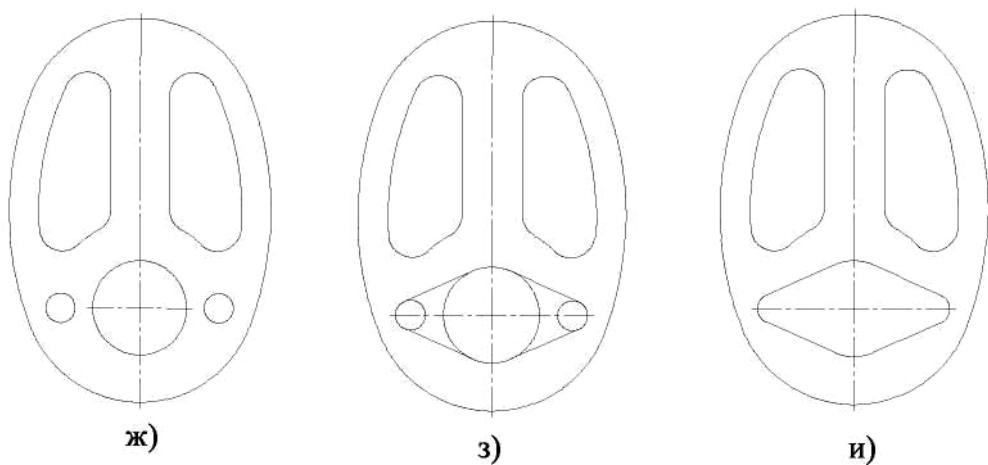

Рис. 2.12 - Последовательность выполнения лабораторной работы
2. Изобразить осевые линии (рис.2.12 а).
б) щелкнуть по пиктограмме Отрезок, задать стиль линии Осевая, а затем изобразить осевые линии (рис. 2.12 а). При формировании изображений осевых линий использовать расширенную команду - Параллельный отрезок -
3. Изобразить заданные окружности (рис. 2.12 а). Для точного указания точек использовать объектную привязку Пересечение. Для этого щелкнуть на кнопке - Установка глобальных привязок и в открывшемся окне установить опцию Пересечение.
4. Построить окружности, касательные к заданным окружностям (рис. 2.12 б).
5. Удалить ненужные части окружностей. Использовать команду  - Усечь кривую панели Редактирования (рис. 2.12 в).
6. Построить дугу окружности **m** на заданном удалении от внешнего контура и прямую **n**, параллельную вертикальной оси симметрии (рис. 2.12 г). Использовать команду  - Эквидистанта кривой панели Геометрия.
7. Построить сопряжения между прямой **n** и дугой окружности **m**. Для построения сопряжений использовать команду  - Скругление (рис. 2.12 д, ж).
8. Построить окружности и касательные к ним. Для построения касательных использовать опцию  - Отрезок, касательный к двум кривым (рис. 2.12 з, и).
9. Удалить ненужные части окружности с использованием команды  - Усечь кривую (рис. 2.12 к).
10. Установить точность размерных надписей - число знаков после запятой 0 (рис. 2.12). Выполнить изображения размеров.